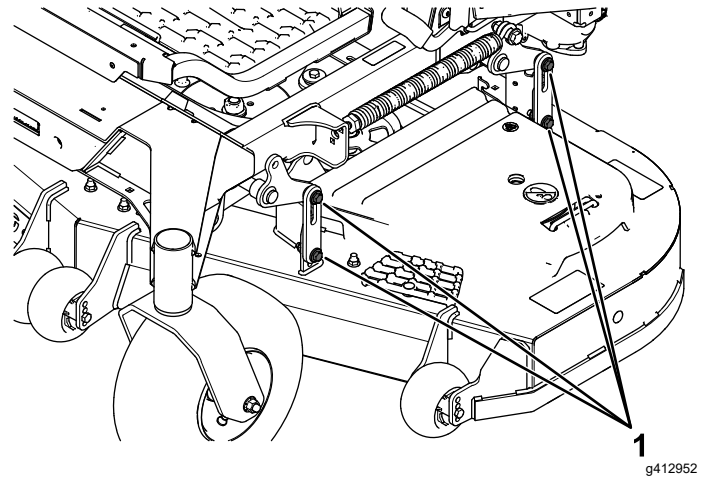

Figura 86
16. Afloje las contratuercas (Figura 86) en las 4 esquinas y asegúrese de que la carcasa de corte queda bien asentada sobre los 4 bloques.